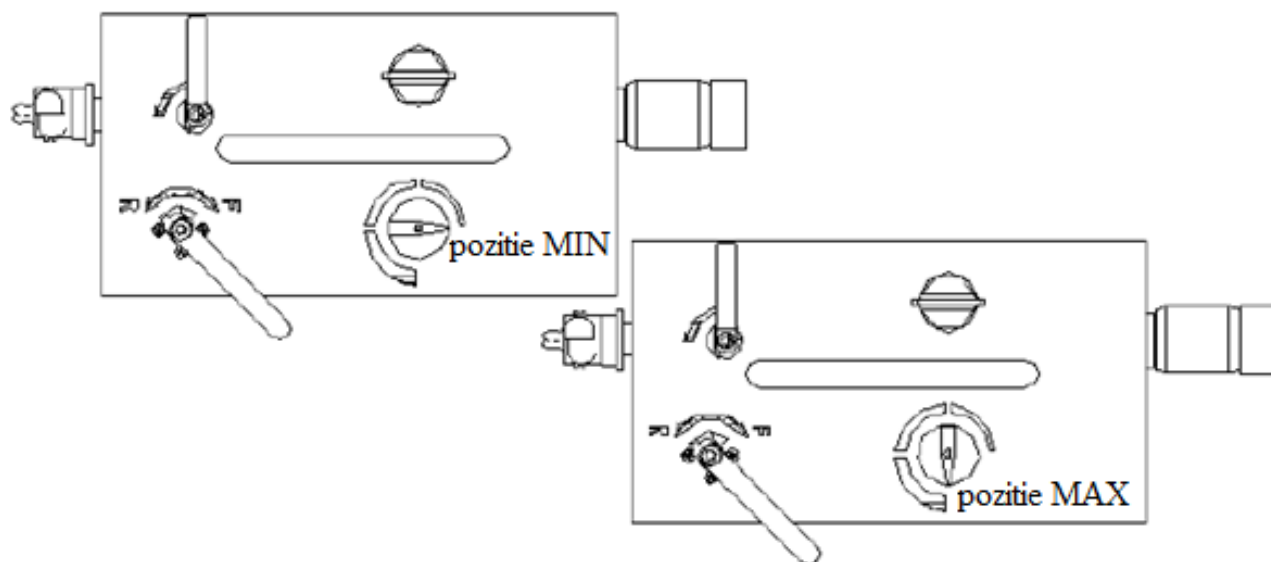

Figura 1.1.1
- Porniti racheta pentru 20 de secunde cu lubrifiere maxima (Figura 1.1.1) - (butonul de lubrifiant setat la MAX)
- a) Folosind aer comprimat, curatati furtunul de nisip (lasati aerul comprimat sa circule prin unghior si furtun!), ulei si apa, cu supapa de lubrifiere a unghiorului in pozitie inchisa (Figura 1.1.1).